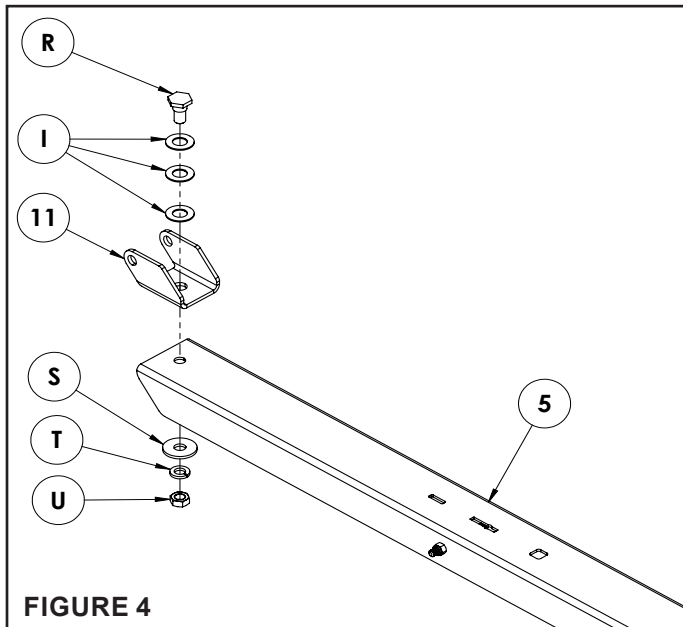

FIGURE 4
ÉTAPE 4 : (VOIR FIGURE 4)
- Glissez une rondelle de 1-1/4 po (I) sur le timon pivotant (5). Installez ensuite la chape pivotante (11) par-dessus la rondelle (I), en vous référant à l'illustration ci-dessous.
- Installez le boulon 1/2 po (R) à travers les rondelles de 1-1/4 po (I), la chape pivotante (11), la rondelle de 1-1/4 po (I) et le timon pivotant (5).
- Fixez le boulon 1/2 po (R) avec une rondelle de 1-1/2 po (S), une rondelle frein 1/2 po (T) et un écrou 1/2 po (U).
- Serrez la quincaillerie, mais assurez-vous que la chape pivotante (11) peut pivoter librement.